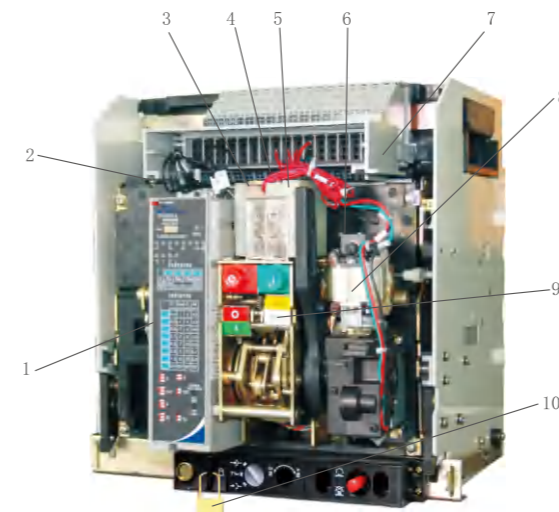
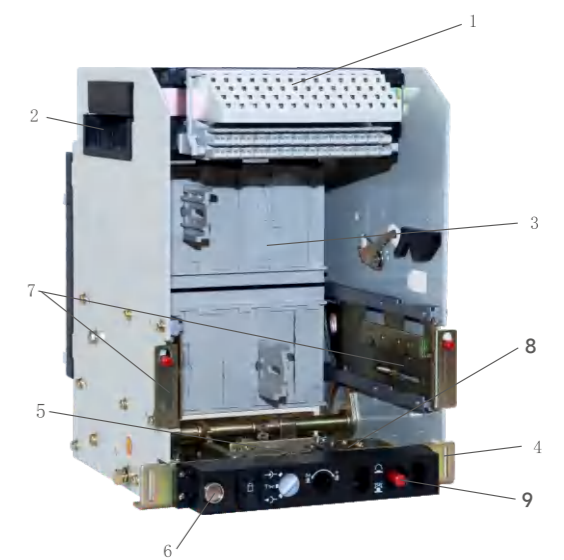

图6 抽屉式断路器（四极）
图7 抽屉座（三极）
6. 壳架等级额定电流1600抽屉式及固定式断路器的结构图（见图4-1、图4-2；抽屉座见图6、图7）。